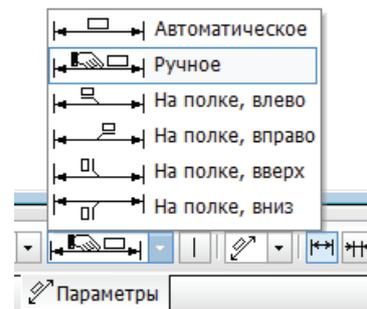

Рис. 3.14
- В режиме редактирования установите на **Панели свойств** настройку **Параметры** в положение **Ручное** (рис. 3.14). Значение $\varnothing 25$ сместится к правой стрелке.
- Для размещения размерной надписи на полке нужно установить настройку **Параметры** в положение **На полке, вправо** (см. рис. 3.14), а затем задать точку начала полки.